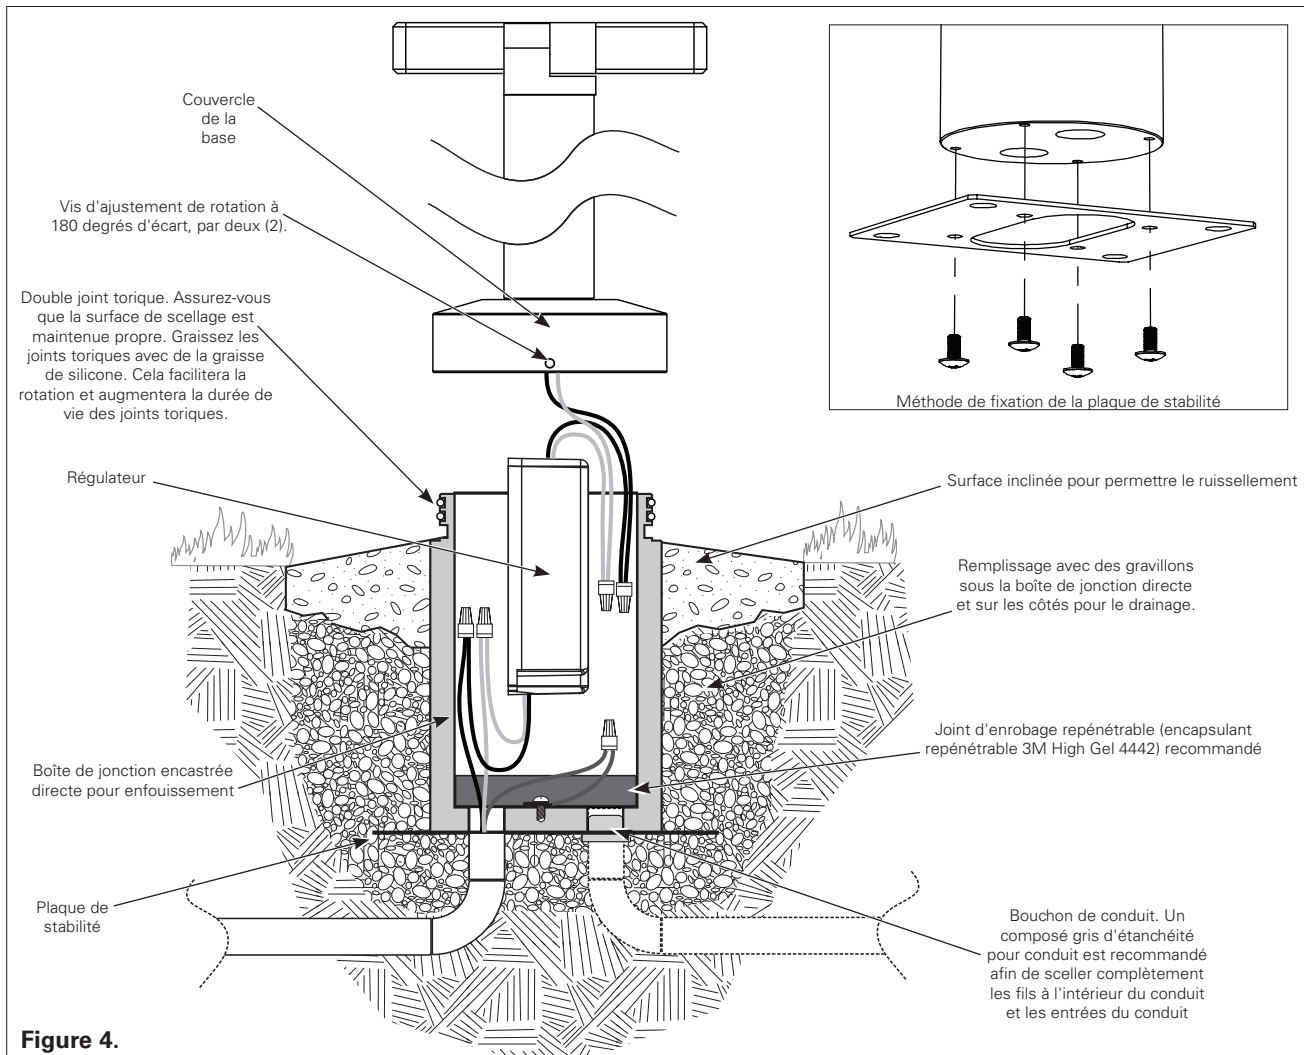

Figure 4.
3. Attach stability mounting plate as needed. Attaches to bottom of junction box with four 10-32 philips head screws - provided. See Figure 4 as reference. The stability plate has been designed to accept 3/8" anchor bolts for additional support for soil or concrete pour applications.
3. Fixez la plaque de stabilité si nécessaire. Elle s'attache sous la boîte de jonction avec quatre vis philips 10-32 - fournies. Voir la figure 4 ci-dessous. La plaque de stabilité a été conçue pour accepter des boulons d'ancrage de 9,52 mm (3/8 po) pour plus de stabilité pour des installations dans la terre ou dans des chapes de béton.